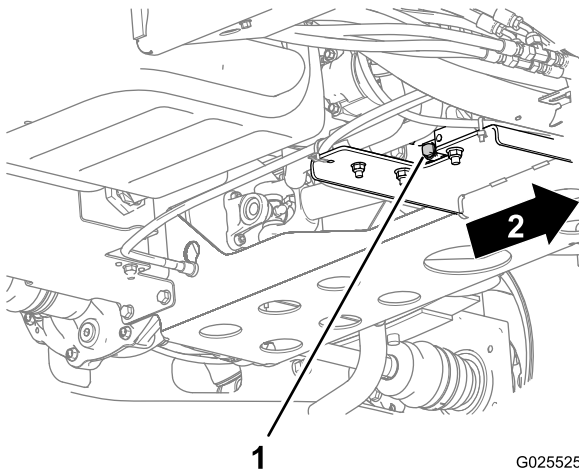

Figura 54
2. Alinhe um recipiente de escoamento com 2,5 l de capacidade com o tampão de escoamento do óleo do motor (Figura 54).
3. Retire o tampão de escoamento e deixe o óleo escorrer para um recipiente adequado (Figura 54).